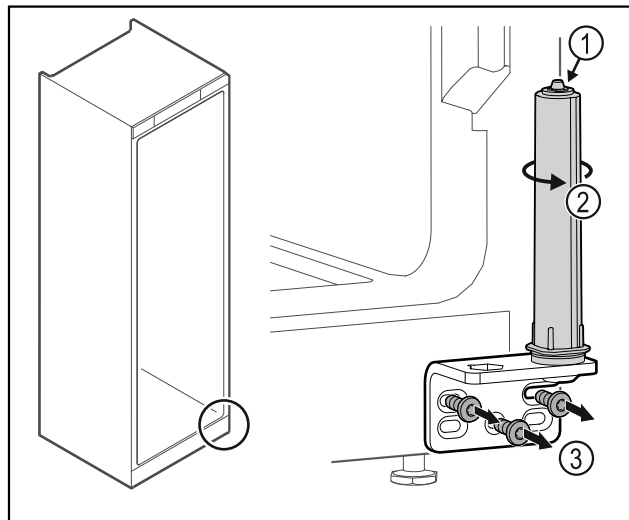

Fig. 38
- Non disassemblare il sistema di chiusura della porta Fig. 38 (1).
- Ruotare il sistema di chiusura Fig. 38 (2) finché non si innesta con un clic.
- Svitare la cerniera angolare Fig. 38 (3).